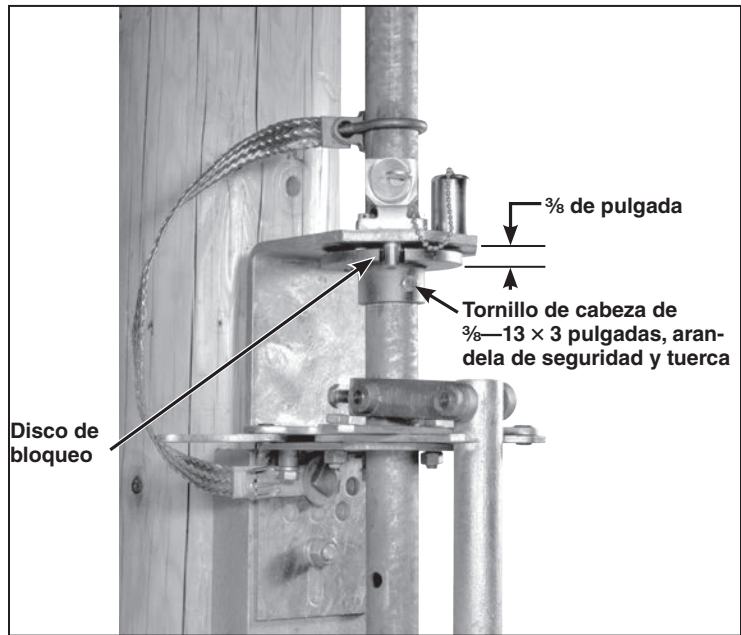

Figura 32. Fije el disco de bloqueo.
**PASO 32.** Sostenga el disco de bloqueo  $\frac{3}{8}$  de pulgada debajo de la ménsula de interbloqueo y perforo orificios de  $\frac{7}{16}$  de pulgada de diámetro a través de la sección del tubo de operación vertical utilizando los orificios del collarín del disco de bloqueo como pilotes. Sujete el disco de bloqueo al tubo utilizando el tornillo de cabeza de  $\frac{3}{8}$ -16  $\times$  3 pulgadas, la arandela de seguridad y la tuerca proporcionados. Ver Figura 32.